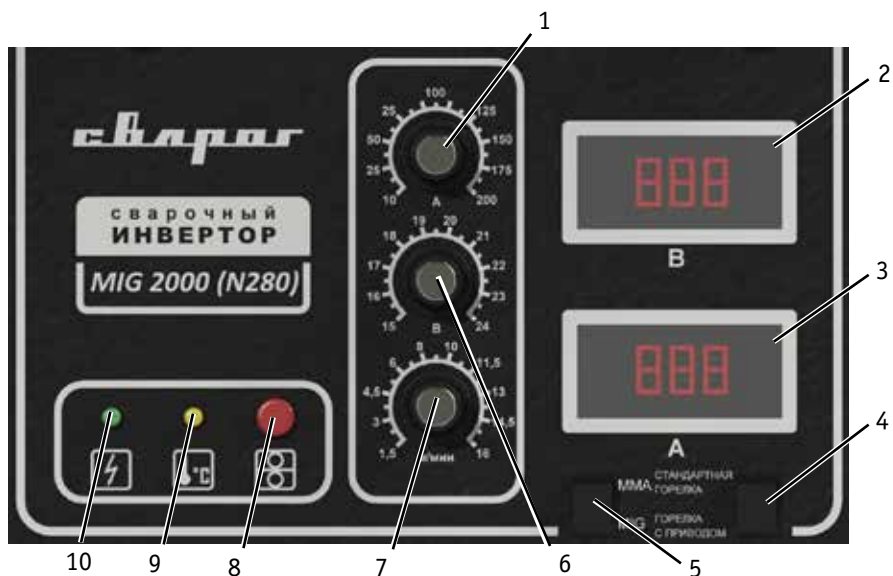

Рис. 6.4. Панель.
8. Панель (см. рисунок 6.4)
5. Выберите стандартную горелку (п. 4, рис. 6.4).
6. Выберите способ сварки MIG (п. 5, рис. 6.4).
- Выберите способ ММА (п 5, рис. 6.4) на передней панели сварочного аппарата.